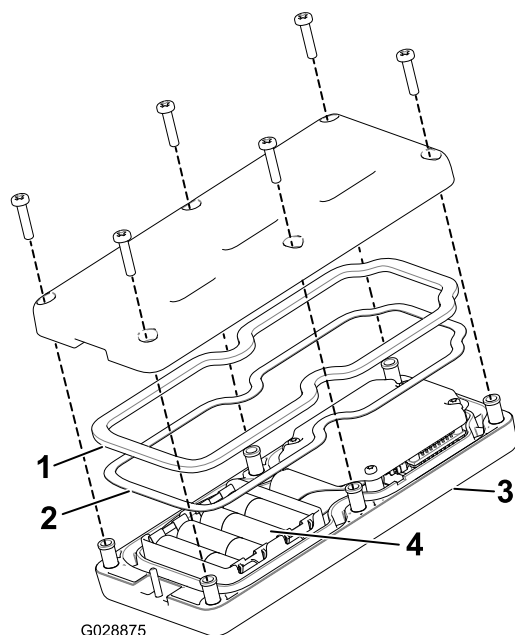

図 13
2. 新しい電池を入れる 向きに注意すること。電池を正しく入れないと、機械が損傷することはないが、操作ができない。電池を入れる箇所にはプラス・マイナスの表示がある 図 13。
3. スチール製のガスケットとゴム製のシールをリモートの溝にきちんとはめ、バックカバーを取り付ける (図 13)。
4. ねじ6本を使ってカバーを固定し 図 13、各ねじを $1.5 - 1.7 \text{ N} \cdot \text{m}$ $0.15 - 0.17 \text{ kg} \cdot \text{m} = 13 - 15 \text{ in} \cdot \text{lb}$ にトルク締めする。